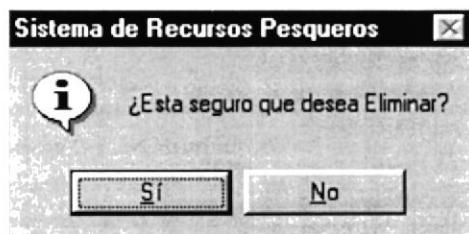

Figura 9.131 Pantalla de Eliminación
2. Nos aparece el siguiente mensaje (ver figura 9.131).